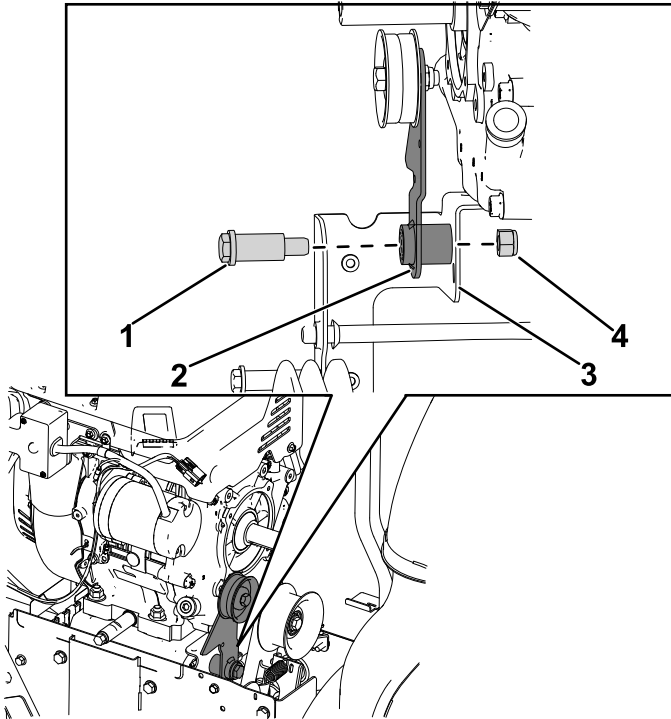

Figura 9
3. Retire la tuerca (7/16") y el perno de cuello largo (7/16" x 1 3/4") que fijan el brazo tensor de tracción al soporte del embrague del freno (Figura 9).